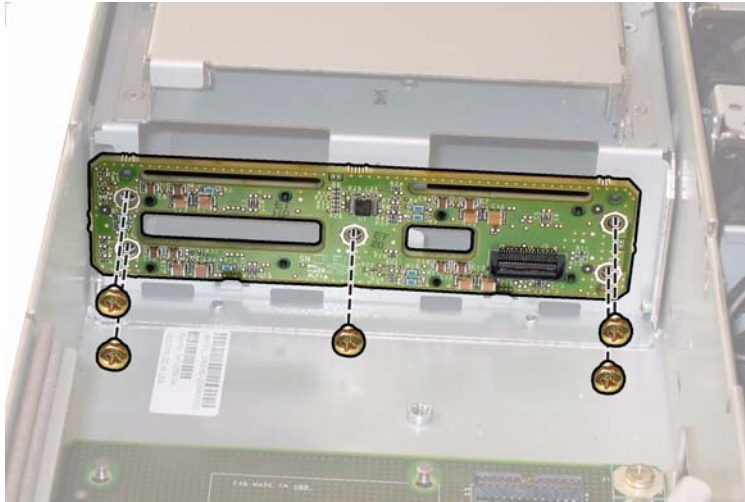

ABBILDUNG 4-38 Entfernen der HDD-Anschlussleiste
12. Lösen Sie die fünf Schrauben, mit denen die HDD-Anschlussleiste an der Rückseite der Laufwerksschächte befestigt ist. Siehe ABBILDUNG 4-38.